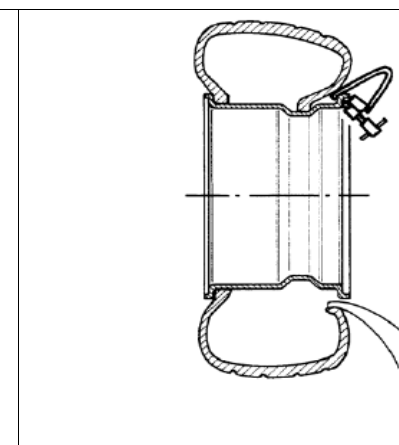

Рис.37
4. Вращайте зажимное устройство по ч. с. до тех пор пока шина не будет смонтирована полностью. Убедитесь что внешний борт зашёл в монтажный ручей когда зажим располагается напротив монтажного инструмента (Рис.37).